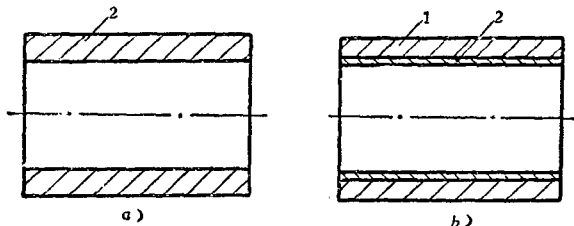

图2 轴套
(1) 节约金属 双层金属铸件，除了工作部分用规定的金属以外，其他部分用一般的金属做成，因此可以节约许多贵重金属。例如图2 a 的轴套，如果改为图